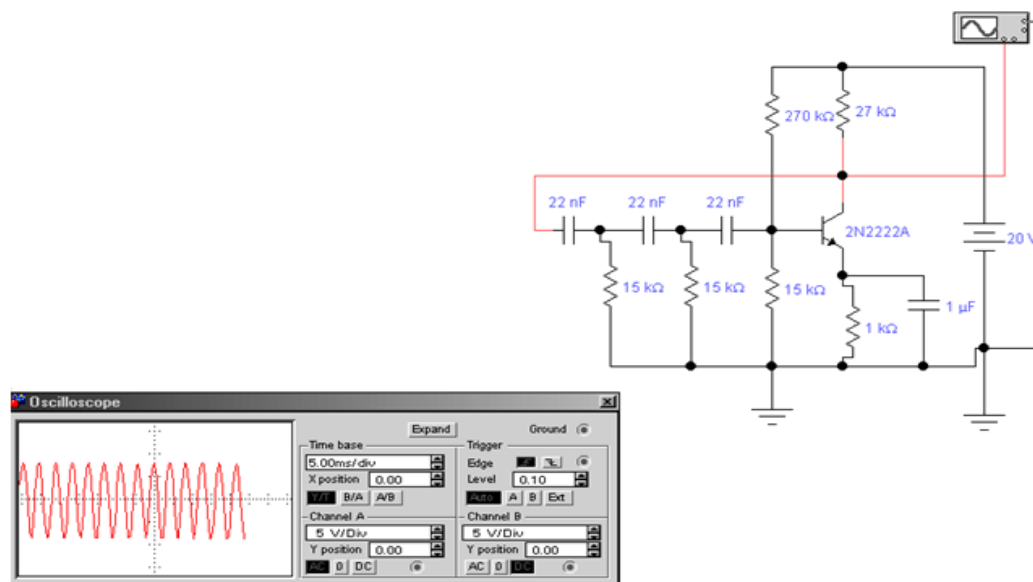

Рисунок 1.
Создайте в multisim для моделирования схему генератора с фазосдвигающей цепочкой (рисунок 1). Рассчитайте параметры генератора для использованных значений параметров элементов RC- цепи. Измерьте период генерации, передвигая мышью вертикальные маркерные линии осциллографа (в режиме Expand). Измените параметры фазовращающей цепочки. Проведите измерения и расчеты периода генерации. Результаты измерений и расчетов занесите в таблицу 1.
1. Создайте в multisim схему генератора с фазосдвигающей цепочкой (рисунок 1).